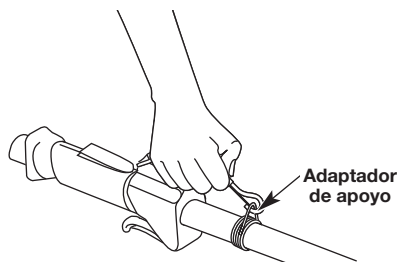

Fig. 18
3. Coloque el arnés por encima de su cabeza y sobre su hombro. Abroche en el adaptador de apoyo (Fig. 18).